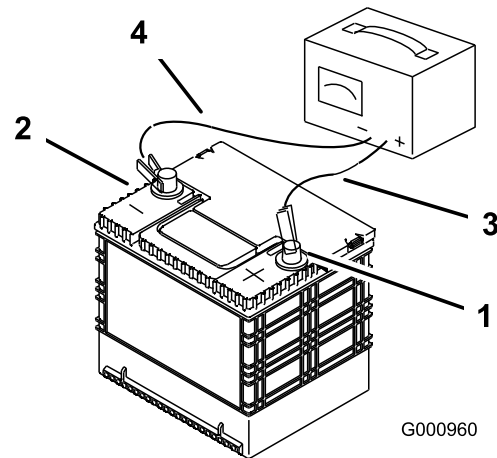

Bild 47
2. Wenn die Batterie voll geladen ist, ziehen Sie den Stecker des Ladegeräts aus der Dose. Klemmen Sie dann die Klemmen des Ladegeräts von den Batteriepolen ab (Bild 47).